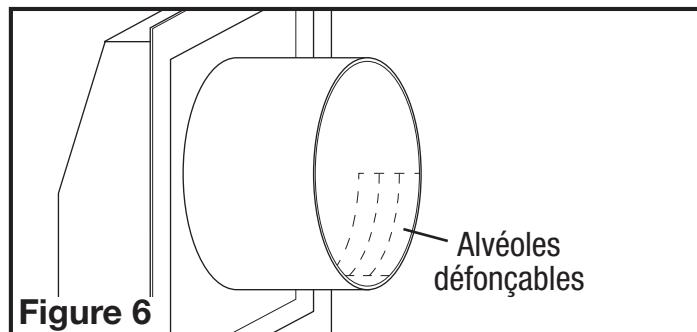

Figure 6
- Si le mur est d'une épaisseur de moins de 20,3 cm, enlever une (ou plus) des alvéoles défonçables de dégagement du compartiment électrique situées sur le châssis (Figure 6).